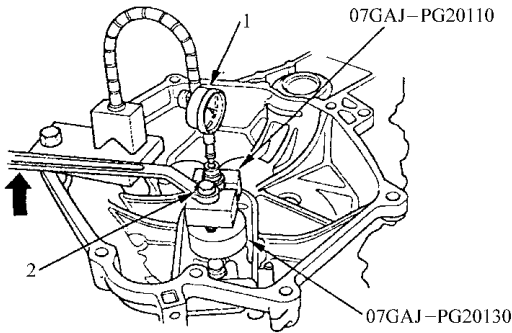

图 4-111 测量主軸軸向間隙
18) 顺时针旋转主轴固定架螺栓：其最大调节量时，停止旋转。如图 4-111 所示，测量主轴轴向间隙。百分表上的读数是主轴的轴向间隙数。百分表指